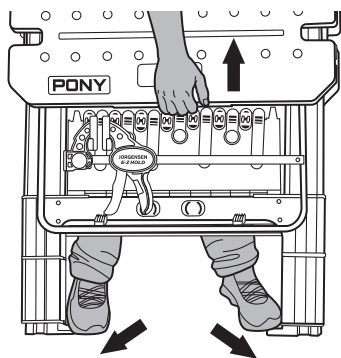

Figure 1
2. Écraser les 4 pieds télescopiques de la TABLE DE TRAVAIL avec les pieds en même temps pour soulever la TABLE DE TRAVAIL. S'assurer que les quatre pieds télescopiques sont sortis et verrouillés en place. (Figure 1)